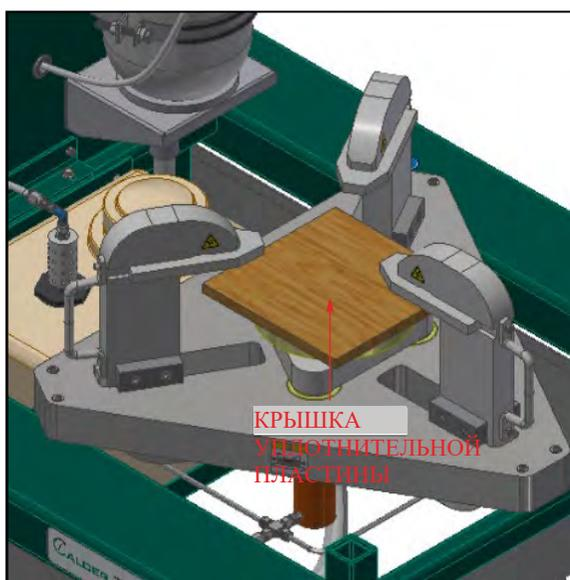

РИСУНОК 4-1. Крышка уплотнительной пластины
5. Снимите транспортировочные ремни и крышку уплотнительной пластины (см. рисунок 4-1 на странице 26). Повесьте их на крюк за пультом управления испытаниями.
1. Закрепите транспортировочную крышку уплотнительной пластины на стенде, чтобы защитить уплотнительную пластину и рычаг во время транспортировки (см. рисунок 4-1).
4. Проденьте транспортировочный ремень через ручки зажимных рычагов, чтобы удерживать рычаги на крышке уплотнительной пластины во время транспортировки (см. рисунок 4-1).